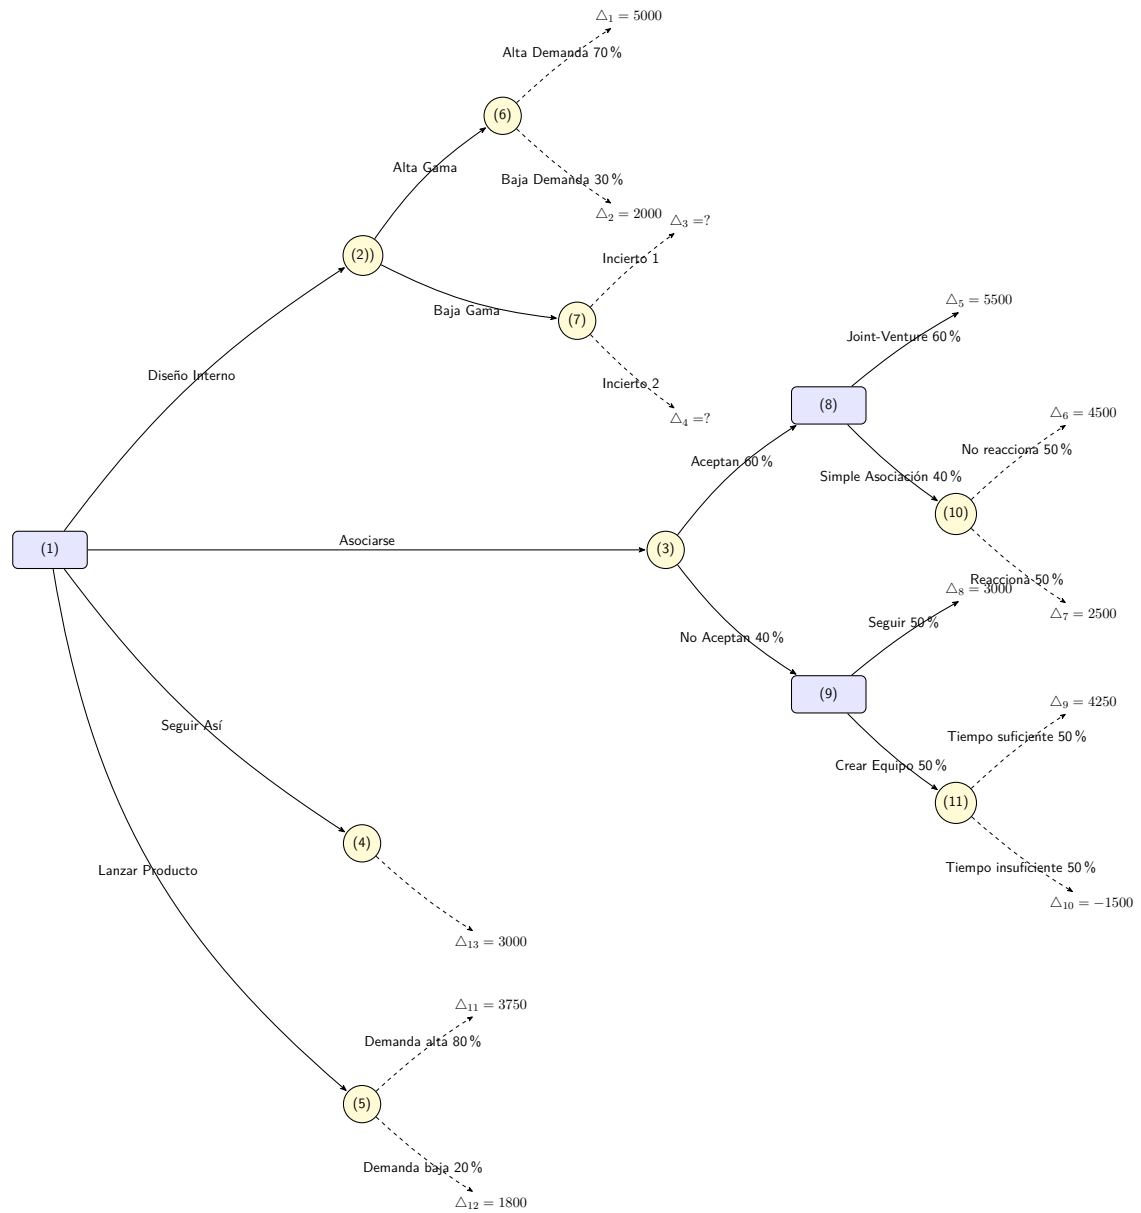

Figura 1.4: Diagrama de Transición del AFD del Ejercicio 3.
*Solución 1.1.4.* El grafo de decisiones corresponde con el de la figura 1.4.